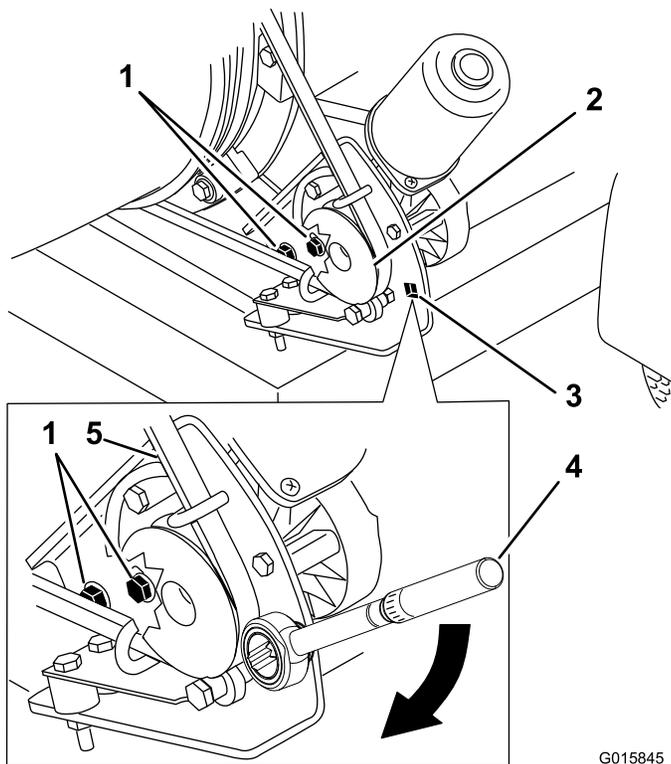

Figura 27
1. Desaperte os parafusos que fixam o suporte de montagem da polia ao chassis do soprador (Figura 27).
2. Coloque uma chave dinamométrica no suporte de montagem da polia (Figura 27).
3. Rode o suporte de montagem da polia afastando-o do bico até que a chave indique 22,6–26,0 N·m (Figura 27).